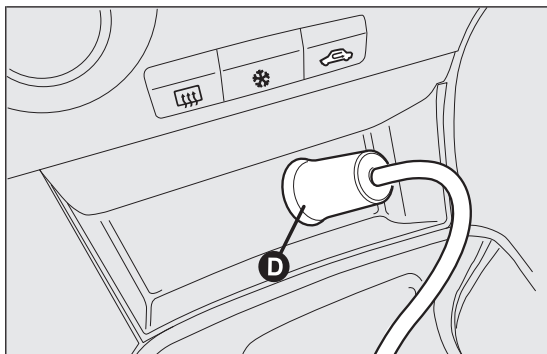
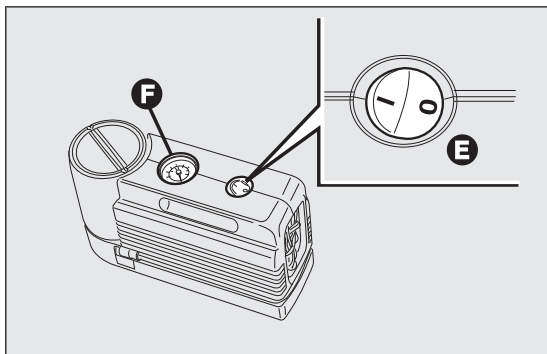

fig. 135
fig. 136
- ☐ s'assurer que l'interrupteur E fig. 136 du compresseur est en position 0 (éteint), démarrer le moteur, insérer la goupille D fig. 135 dans la prise de courant de l'allume-cigare et actionner le compresseur en plaçant l'interrupteur E fig. 136 en position I (allumé). Gonfler le pneu à la pression indiquée au paragraphe « Pression de gonflage à froid » du chapitre « Caractéristiques techniques ». Pour obtenir une lecture plus précise, il est conseillé de vérifier la valeur de la pression sur le manomètre F fig. 136 quand le compresseur est éteint ;